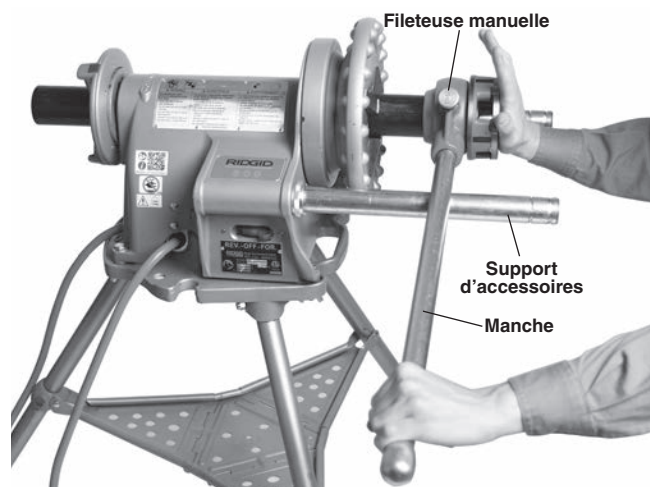

Figure 17 – Enfoncement de la fileteuse sur le tuyau pour engager les filières
Engagez la tête de filière sur l'extrémité du tuyau comme indiqué à la *Figure 17*. Reposez le manche de la fileteuse sur le support d'accessoires côté commutateur. Tenez le manche de la fileteuse dans votre main droite. Afin de limiter les risques de pincement, ne mettez ni votre main, ni vos doigts entre le manche de la fileteuse et le support d'accessoires. Appuyez le manche sur le support. Huilez l'extrémité du tuyau et les filières.
2. Utilisez la paume de votre main pour pousser la tête de filière contre l'extrémité du tuyau (*Figure 17*). Appuyez sur la pédale de commande. Ne portez ni gants, ni bijoux et n'utilisez pas de chiffon pour appuyer sur la tête de filière – ceci limitera les risques d'enchevêtrement et de blessure. Éloignez-vous du tuyau en rotation. Une fois les filières engagées, ils tailleront le filetage en avançant d'eux-mêmes le long du tuyau.